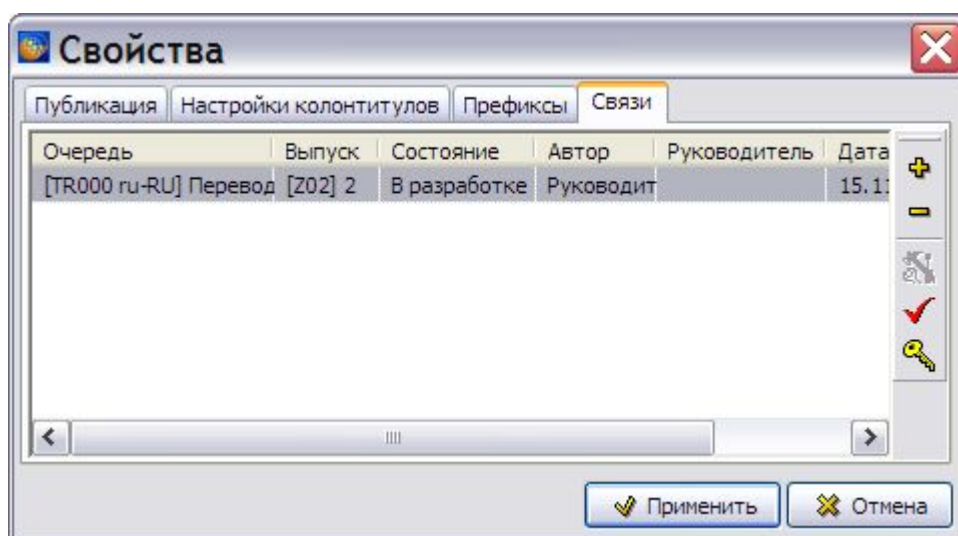

Рис. 11.41
3. Откройте вкладку **Связи** (Рис. 11.41).
Нажатие на одну из кнопок **Установить статус публикации «В разработке»** , **Установить статус публикации «Отработана»** или **Установить статус публикации «Утверждена»** приведет к соответствующему изменению состояния версии публикации, связанной с выпуском. Новое состояние отобразится в окне **Свойства** (Рис. 11.41).